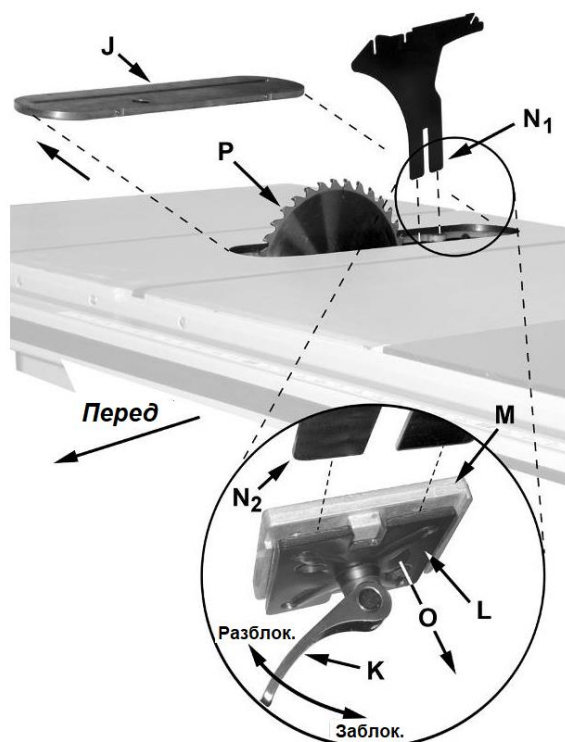

Рис. 8
4. Поверните оправку, чтобы совместить паз (C) с фиксатором оправки (D).
5. Нажмите на *фиксатор* (D) в направлении, указанном стрелкой, чтобы он попал в *паз* (C) на *оправке*. Одновременно с этим открутите *гайку оправки* (A), при необходимости ослабив ее с помощью 27 мм гаечного ключа.
6. Снимите *прижимную шайбу* (B).
7. Установите пильный диск так, чтобы зубья в его верхней части были обращены к передней части станка. Если вы не уверены в правильности направления зубьев, проверьте его по Рис. 8.
9. Извлеките *фиксатор* (D) из оправки и затяните *гайку* (А) с помощью 27 мм гаечного ключа.
См. Рис. 8:
3. Снимите вставку стола (J).
4. Разблокируйте запорную рукоятку (K) под столом, доступ к которой возможен только через отверстие для установки вставки стола (Рис. 8, выносной вид).
5. Подпружиненный подвижный зажим (L) отойдет (O) от неподвижного (M), образуя зазор между ними.
6. Вставьте расклинивающий нож нижней частью (N1, N2) до конца в зазор между зажимами (L, M). Затем заблокируйте рукоятку (K).
7. Установите на место *вставку стола* (J). Пильный диск и расклинивающий нож должны выступать из паза вставки стола.
Зажимы (L, M, Рис. 8) отрегулированы на заводе-изготовителе, поэтому дополнительная регулировка защитного ограждения пильного диска и расклинивающего ножа не требуется. Однако, **очень важно, чтобы расклинивающий нож был выровнен с пильным диском.** Перед работой на станке прочтите раздел *"Регулировка расклинивающего ножа"* (стр. 14). При необходимости произведите его регулировку.